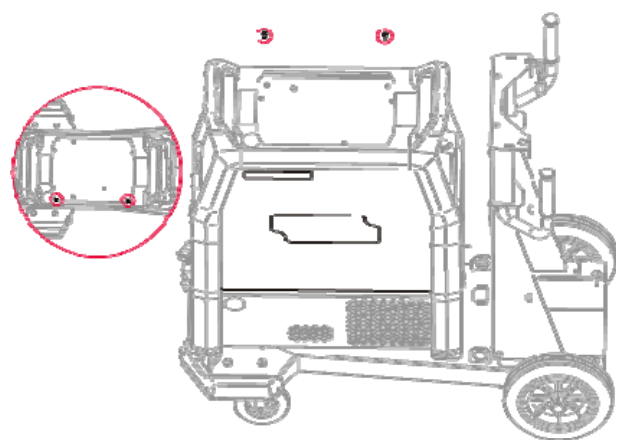

Bild 5
- Ta bort sidopanelen (bild 5)
- Montera sidopanelen med de två M5x20-skruvarna (bild 5)